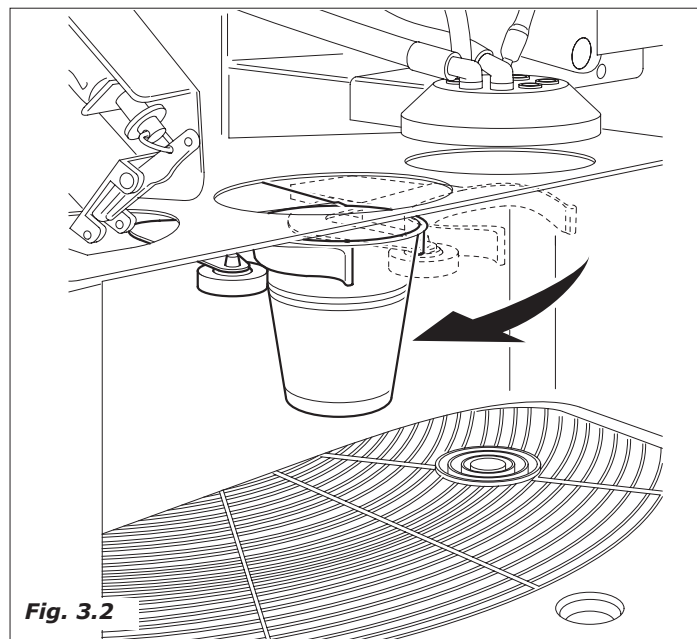

Fig. 3.2
- Il traslatore bicchieri si sposta dalla posizione riposo / erogazione alla stazione "cup dispenser" (Fig. 3.2)